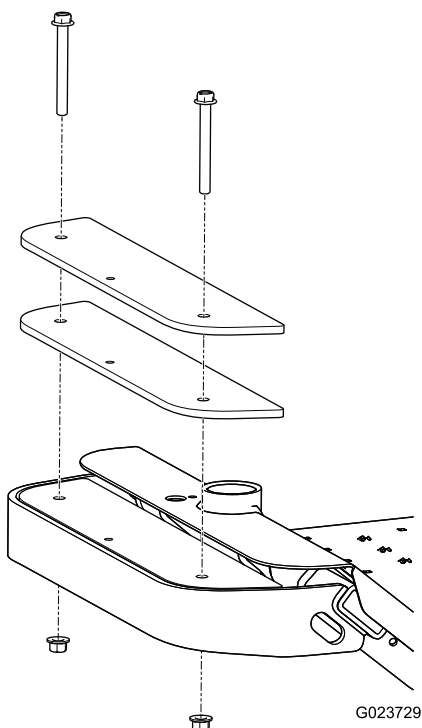

Figura 11
1. Rimuovete i due bulloni e i due dadi che fissano le zavorre già presenti sulla parte frontale della macchina (Figura 11).